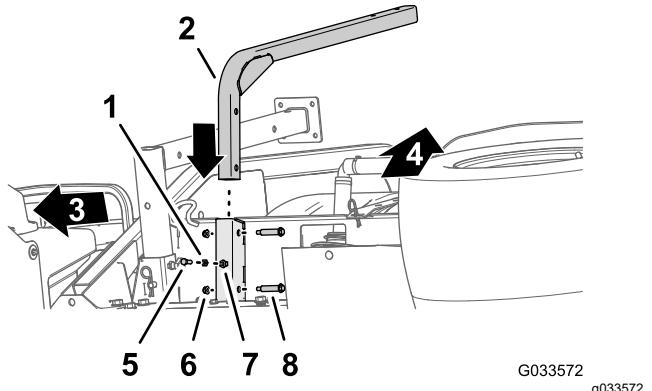

Figure 44
1. Alignez le tube de support du réservoir d'eau douce et le profilé de support du réservoir (Figure 44).
2. Alignez les trous du tube de support et les trous du profilé (Figure 44).
3. Fixez le tube au profilé (Figure 44) avec les 2 boulons à épaulement (1/2" x 1-15/16") et 2 contre-écrous (5/16").
5. Vissez l'écrou de blocage (5/16") sur le boulon (5/16 x 1"), comme montré à la Figure 44.
6. Vissez le boulon (5/16" x 1") et l'écrou de blocage dans l'écrou soudé au bas du profilé de support du réservoir, et serrez le boulon et l'écrou de blocage à la main (Figure 44).